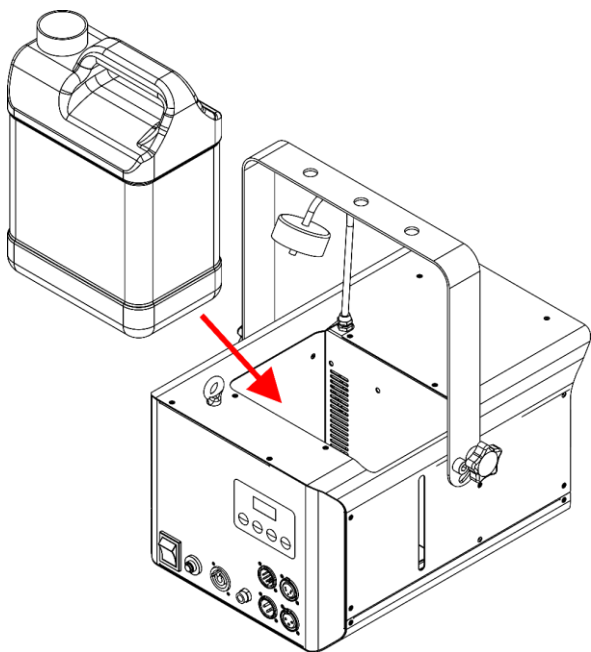

Fig. 12
- 07) Vuelva a colocar el depósito de líquido en el dispositivo, como se muestra en la Fig. 12.